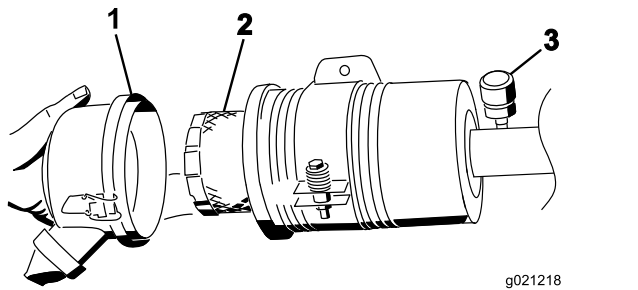

Figura 58
3. Togliete il filtro e sostituitelo (Figura 58).